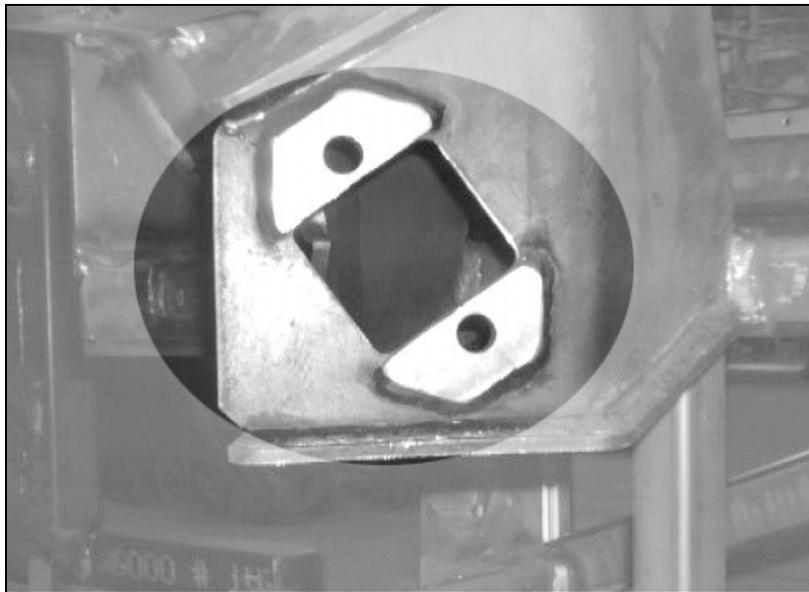

FIGURE 3: ATTACHES APRÈS MEULAGE
4. Mettre une attache de nylon sur les deux connecteurs du thermostat. Fixer la gaine du fil de rallonge à l'aide d'un collier et d'une vis (voir la fig. 3).
Remarque: La surface doit être lisse et sans saillie (voir la fig. 3)